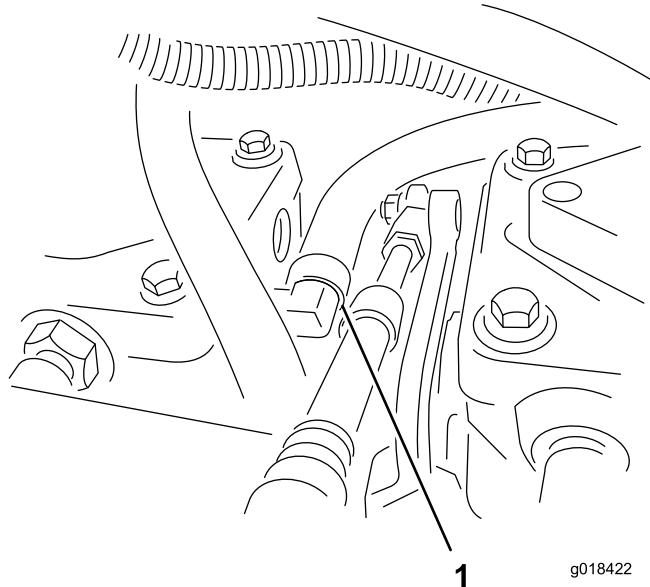

Figure 7
5. Débranchez le flexible basse pression de la pompe gauche (Figure 7).